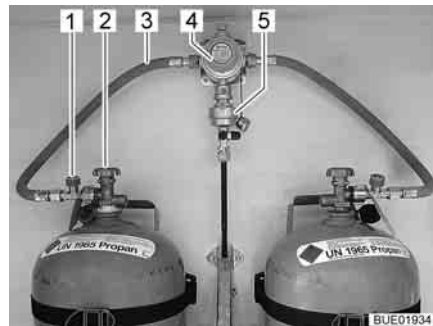
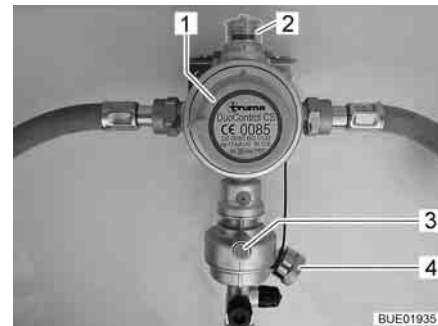

Fig. 116 Bombole del gas con DuoControl
Fig. 117 Impianto di regolazione DuoControl
L'impianto di regolazione DuoControl consiste in una valvola di commutazione (Fig. 116,4) e un sensore crash (Fig. 116,5). L'impianto di regolazione DuoControl è installato tra i tubi flessibili del gas (Fig. 116,3) con un dispositivo antirottura del tubo flessibile (Fig. 116,1). Con la manopola (Fig. 117,1) sulla valvola di commutazione è possibile stabilire quale delle bombole del gas viene utilizzata come bombola in uso e quale come bombola di riserva.
Nella finestra di controllo (Fig. 117,2) viene visualizzato lo stato del rifornimento di gas:
Il funzionamento con una sola bombola del gas è consentito, ma in questi casi il collegamento aperto deve essere assolutamente chiuso con una copertura cieca (Fig. 117,4).
Sensore crash Il sensore crash blocca l'alimentazione del gas in caso di forti vibrazioni (es. incidente). Il sensore crash viene azionato mediante pressione del tasto reset verde (Fig. 117,3).
Dispositivo antirottura del tubo flessibile Il dispositivo antirottura del tubo flessibile (Fig. 116,1) blocca il flusso di gas quando il tubo flessibile collegato si rompe. Il dispositivo antirottura del tubo flessibile deve essere attivato premendo il tasto verde.
Centralina di controllo Tramite la centralina di controllo (Fig. 118) è possibile attivare e disattivare l'alimentazione del gas tramite l'impianto di regolazione DuoControl. Le valvole principali di arresto (Fig. 116,2) delle bombole del gas e i rubinetti di arresto del gas degli apparecchi devono essere aperti manualmente. È possibile passare dal funzionamento estivo a quello invernale tramite l'interruttore a bilico (Fig. 118,7) della centralina di controllo.
- Con la manopola (Fig. 117,1) sulla valvola di commutazione selezionare la bombola del gas, da cui proviene la principale alimentazione del gas (bombola in uso). Girare la manopola fino all'arresto.
- Aprire le valvole principali di arresto (Fig. 116,2) delle bombole del gas.
- Premere il tasto verde del dispositivo antirottura del tubo flessibile (Fig. 116,1). Nella finestra di controllo (Fig. 117,2) viene visualizzato il simbolo verde.
- Chiudere le valvole principali di arresto (Fig. 116,2) delle bombole del gas.
Se la spia di controllo verde (Fig. 118,6) si spegne durante il funzionamento e la spia di controllo rossa (Fig. 118,5) si accende, significa che la bombola in uso è vuota e deve essere sostituita. Nella finestra di controllo (Fig. 117,2) viene visualizzato il simbolo rosso. La bombola di riserva continua ad alimentare le utenze a gas.
- Ruotare di mezzo giro la manopola (Fig. 117,1) in direzione della bombola del gas utilizzata. In questo modo questa bombola del gas ora è la bombola in uso, mentre la bombola del gas vuota diventa la bombola di riserva. Il simbolo nella finestra di controllo (Fig. 117,2) passa da rosso a verde.
- Chiudere la valvola principale di arresto (Fig. 116,2) della bombola del gas vuota. Osservare la direzione della freccia.
- Premere il tasto verde del dispositivo antirottura del tubo flessibile (Fig. 116,1).